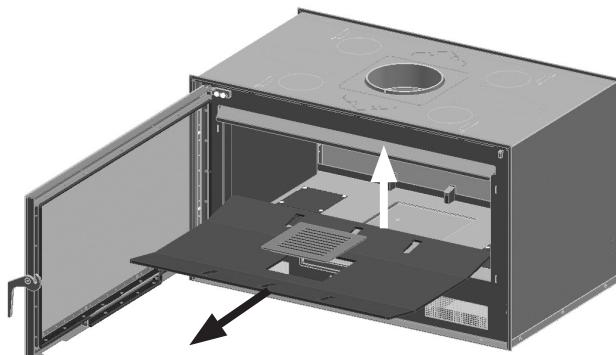

FIG. 3
1. Estrarre la griglia di ferro e il fondo dall'apparecchio. **Fare attenzione ai pezzi di vermiculite, possono rompersi.** (Fig. 3)